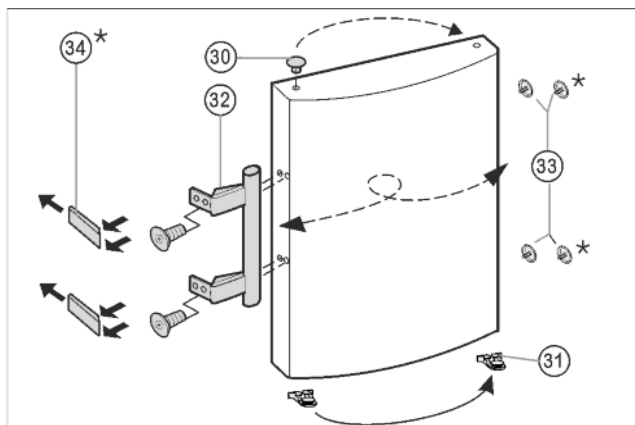

Fig. 8
- Enlever le bouchon *Fig. 8 (30)* du coussinet de la porte et le permuter de l'autre côté.
- Démontez la poignée de porte *Fig. 8 (32)*, les bouchons *Fig. 8 (33)* et les plaques d'appui* *Fig. 8 (34)* et les permuter sur le côté opposé.